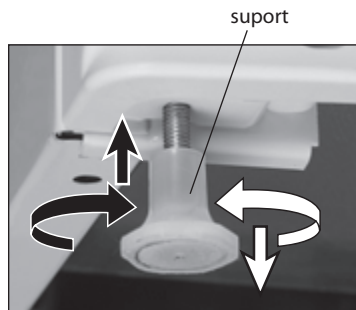

Figura 1
3.3 Frigiderul trebuie să fie instalat orizontal față de podea prin înșurubarea sau deșurubarea suporturilor reglabile, în conformitate cu figura 1. Frigiderul trebuie să stea stabil pe suporturi și roțițe.